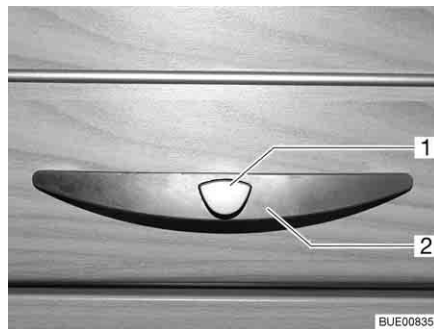
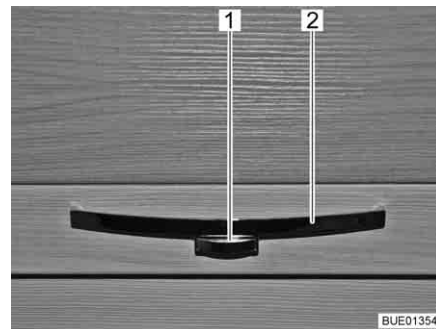

Fig. 58 Abattant de placard avec poignée (exemple)
Fig. 59 Abattant de placard avec poignée (exemple)
- Appuyer sur le bouton de déverrouillage (Fig. 58,1 ou Fig. 59,1) de la poignée (Fig. 58,2 ou Fig. 59,2) et le maintenir enfoncé.